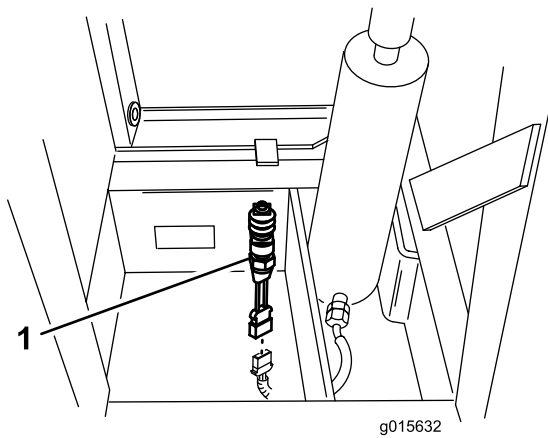

Bild 19
3. Verlegen Sie den Kabelbaum zum Füllkastenschalter, der am Rahmenrohr befestigt ist (Bild 19), und stecken Sie den Kabelbaum in den Schalter.